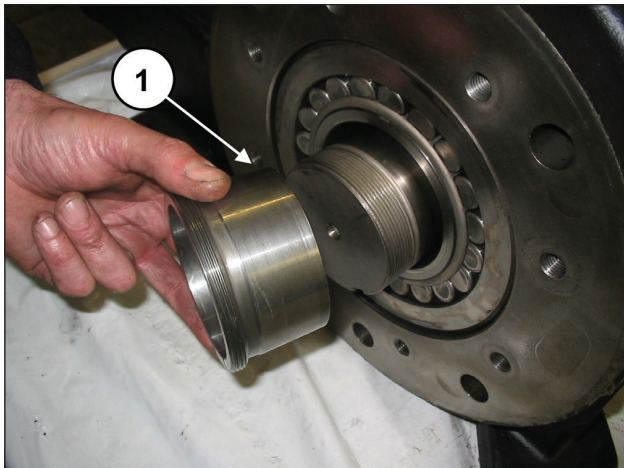

Abb. 27
Nehmen Sie die Druckbuchse ab (Pos. ①, Abb. 27).